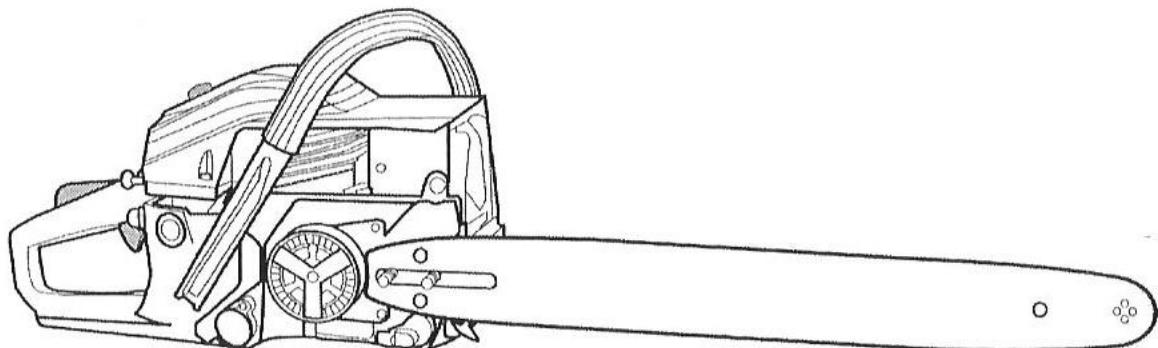

Рис. 4
1. Установите направляющую (7) на уровне захвата направляющей (28) и закрепите в нем (Рис. 4).